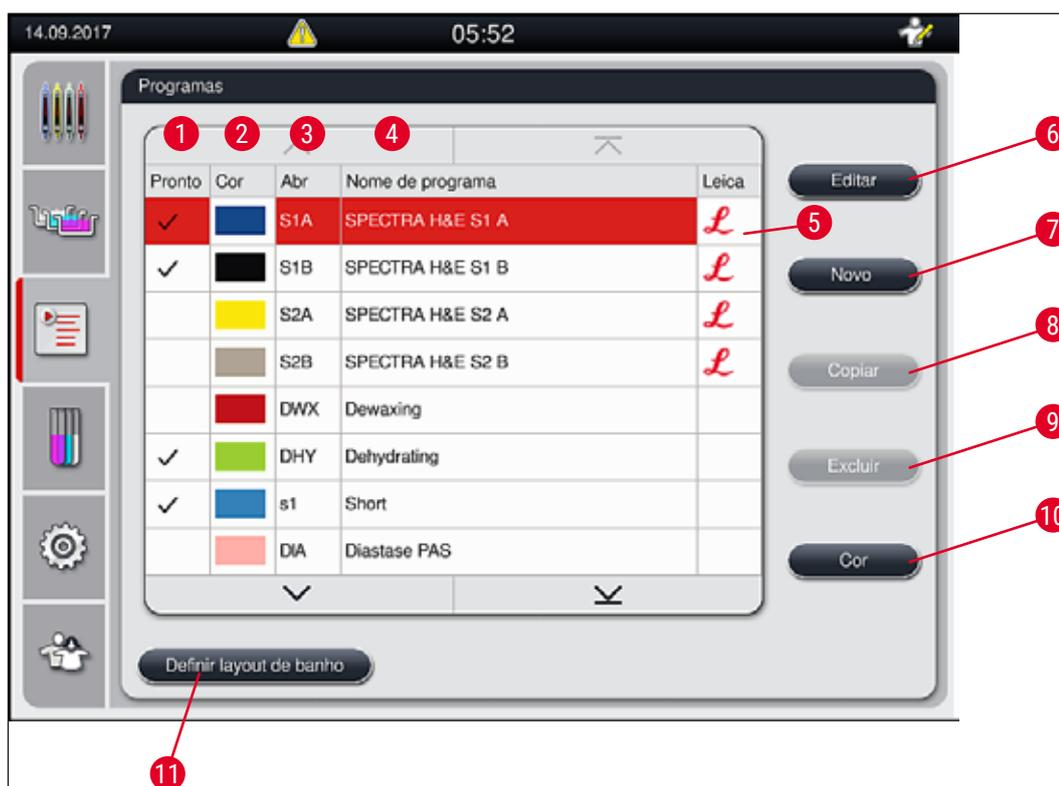

Fig. 40
- Para atribuir uma cor do manuseio do rack, toque no programa correspondente na lista de programas (→ "Fig. 40") para selecioná-la.
Alguns programas de coloração da Leica podem ser usados em paralelo com diferentes configurações (intensidade da coloração, etapa de forno) (→ P. 69 – 5.9.3 **Adaptação de um programa de coloração Leica H&E**). Esses programas foram pré-instalados duas vezes na lista de programas (→ "Fig. 40"). Para diferenciar os programas de coloração Leica H&E, as abreviações S1A e S1B ou S2A e S2B são exibidas na lista de programas. Esses programas seguem exatamente as mesmas etapas de programas. Se dois programas idênticos forem integrados ao layout de banho, é preciso escanear e preencher dois kits de coloração idênticos da Leica.